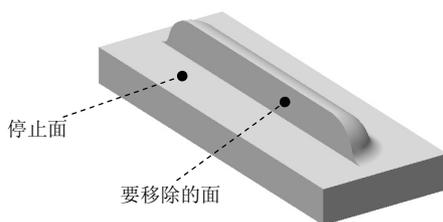

图 4.3.25 选取停止面和要移除的面
(1) 选择命令。选择下拉菜单 **插入(I)** → **钣金(B)** → **成型工具** 命令, 系统弹出“成型工具”对话框。
(2) 定义成型工具属性。
① 定义停止面属性。激活“成型工具”对话框中的 **停止面** 区域, 选取图 4.3.25 所示的停止面。
② 定义移除面属性。激活“成型工具”对话框中的 **要移除的面** 区域，选取图 4.3.25 所示的要移除的面。
(3) 单击 按钮，完成成型工具 1 的创作。